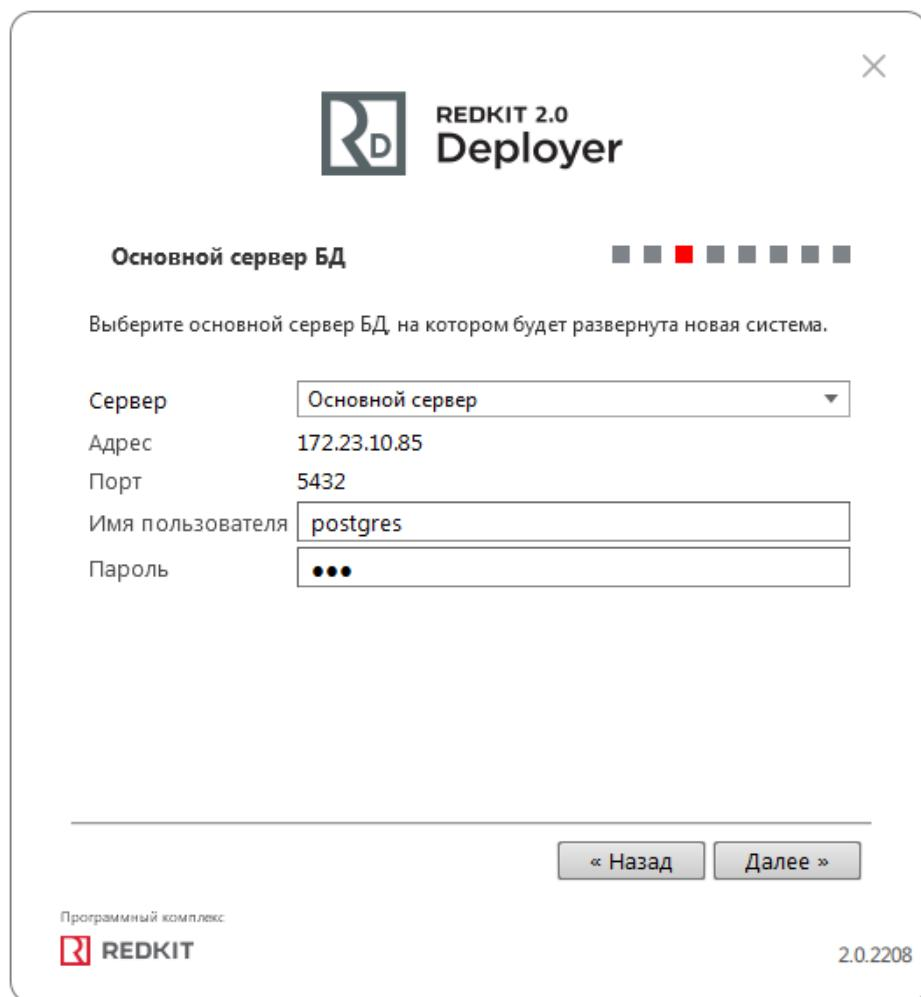

Рисунок 15 - Основной сервер БД
7. Укажите параметры для подключения к основному серверу БД, используя имя пользователя и пароль из п.12 раздела Установка СУБД Postgres. Нажмите **Далее** (Рисунок 15).